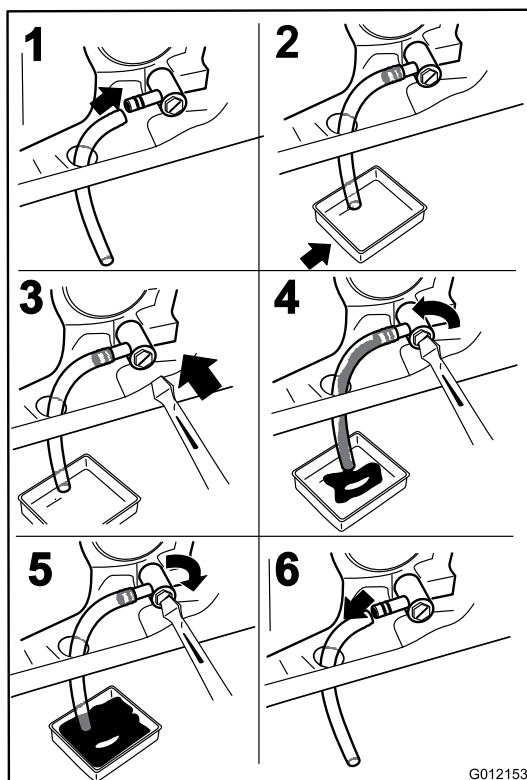

Figura 45
3. Prima di scendere dal posto di guida dell'operatore, spegnete il motore, togliete la chiave di accensione e attendete che si fermino tutte le parti in movimento (Figura 45).